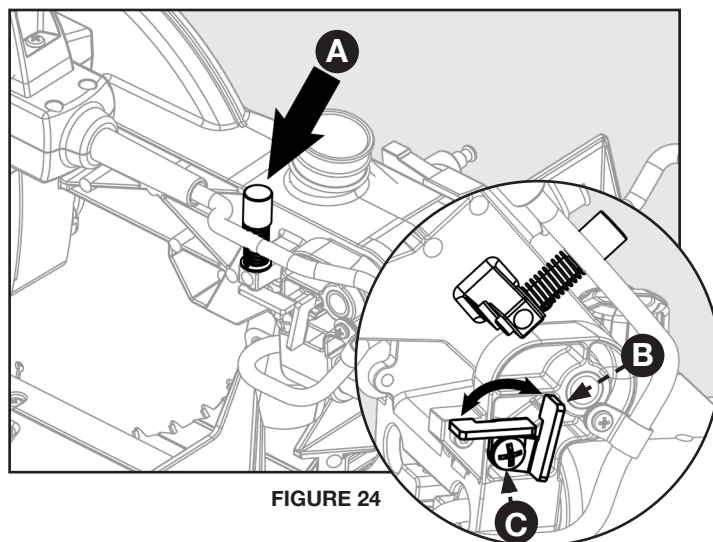

FIGURE 24
**Consultez la figure 24 et suivez ces instructions afin de régler la butée pour une profondeur spécifique de coupe :** utilisez un tournevis à tête cruciforme pour dévisser la vis (C) et tournez par la suite le support de la butée (B) dans le sens antihoraire vers le bas. Assurez-vous de resserrer la vis (C). La profondeur de la coupe peut maintenant être ajustée en tournant la vis d'ajustement de profondeur (A).
**Consultez la figure 24 et suivez ces instructions afin d'effectuer une coupe complète :** utilisez un tournevis à tête cruciforme pour dévisser la vis (C) et tournez par la suite le support de la butée (B) dans le sens horaire vers le haut. Assurez-vous de resserrer la vis (C).
**⚠ DANGER:** Vérifiez toujours la vis (C) pour vous assurer qu'elle est bien vissée avant d'effectuer une coupe. Le défaut de s'y conformer peut provoquer des blessures.